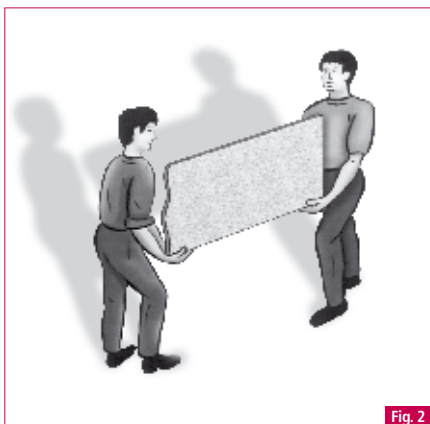

Fig. 2
- 5.4** Non cercate mai di trasportare lastre HI-MACS® da soli. Le lastre devono essere sollevate da due persone, una a ciascuna estremità e sempre di taglio. **Fig. 2.**
- difetto di «concavità». Se la lastra si flette sui bordi con forma concava (Fig. 2) e se la flessione è superiore a 1,5 mm/metro (Fig. 2), contattate il vostro fornitore HI-MACS[®], affinché ispezioni il prodotto ed eventualmente provveda alla sua sostituzione;